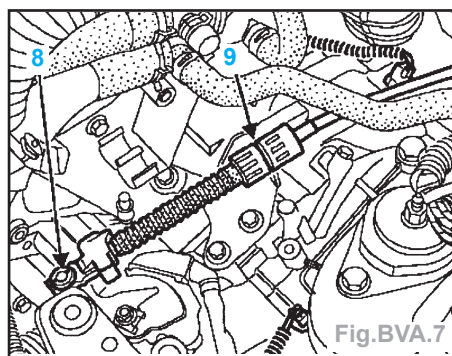

Fig.BVA.7
- Mettre en position D le levier de commande et dégager (Fig.BVA.7) :
- Agraffer le câble de commande dans l'arrêt de gaine (9) (Fig.BVA.7).
- Clipper l'embout du câble sur la rotule du contacteur multifonction (8).
- la rotule (8) du câble du contacteur multifonction,
- le câble (9) du contacteur multifonction en déverrouillant l'arrêt de gaine.